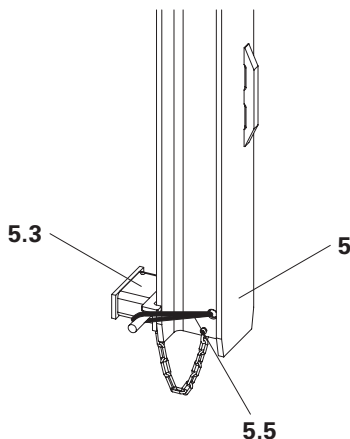

Fig. 10
2. Togliere il distanziatore **(5.3)** dall'estremità inferiore della guida di ripresa. (Fig. 10)
7. Fissare il distanziatore sul retro della guida di ripresa all'estremità inferiore usando la fascetta in gomma **(5.5)**. (Fig. 10)